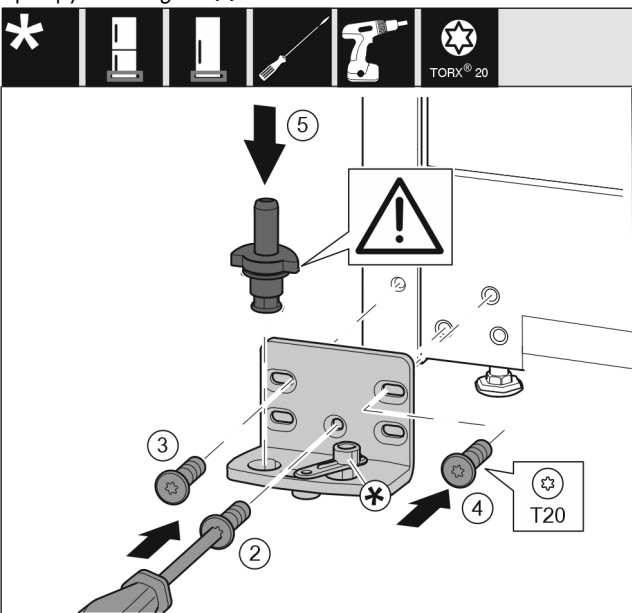

Fig. 18
- Установите опорный кронштейн с другой стороны и прикрутите с помощью отвертки T20. Начинайте с винта 2 снизу в центре. Fig. 18 (2)
- Затяните винты 3 и 4. Fig. 18 (3,4)
- Установите опорный палец в сборе. При этом следите за тем, чтобы выступ фиксатора был направлен назад. Fig. 18 (5)